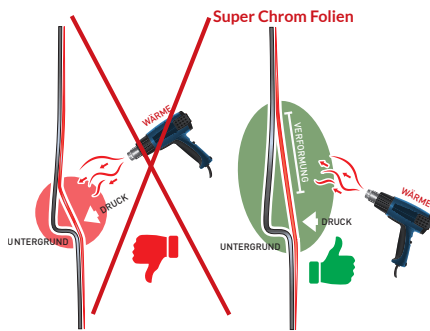

Abbildung 06
- › Die Folie auf dem Untergrund so spannen, dass sie mit allen Punkten des Reliefs in Berührung kommt. (Abb. 06)